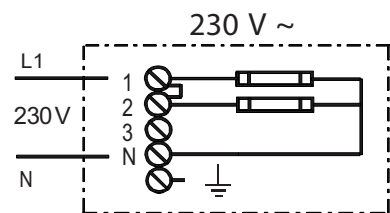

Fig.5 Typ: EZ-3600
6. Die Klemmenanschlüsse sollten fachmännisch von einem Elektriker vorgenommen werden. Siehe hierzu auch Typentabelle Fig. 4-6. Das Modell EZ-3600 ist umstellbar zwischen 230 V ~ (s. Fig. 5) und 400 V 3 (N) ~ (s. Fig. 6). Veränderungen, die den Stromkreis betreffen, müssen von einem Elektriker vorgenommen werden.
6. Terminals should be linked by electricians, depending on type. See Fig. 5. For EZ-3600: The heater is convertible between 230V 1~ (see Fig.5), 400V 3(N)~ (see Fig.6). Alterations in accordance to the wiring diagram must be carried out by an authorised electrician.